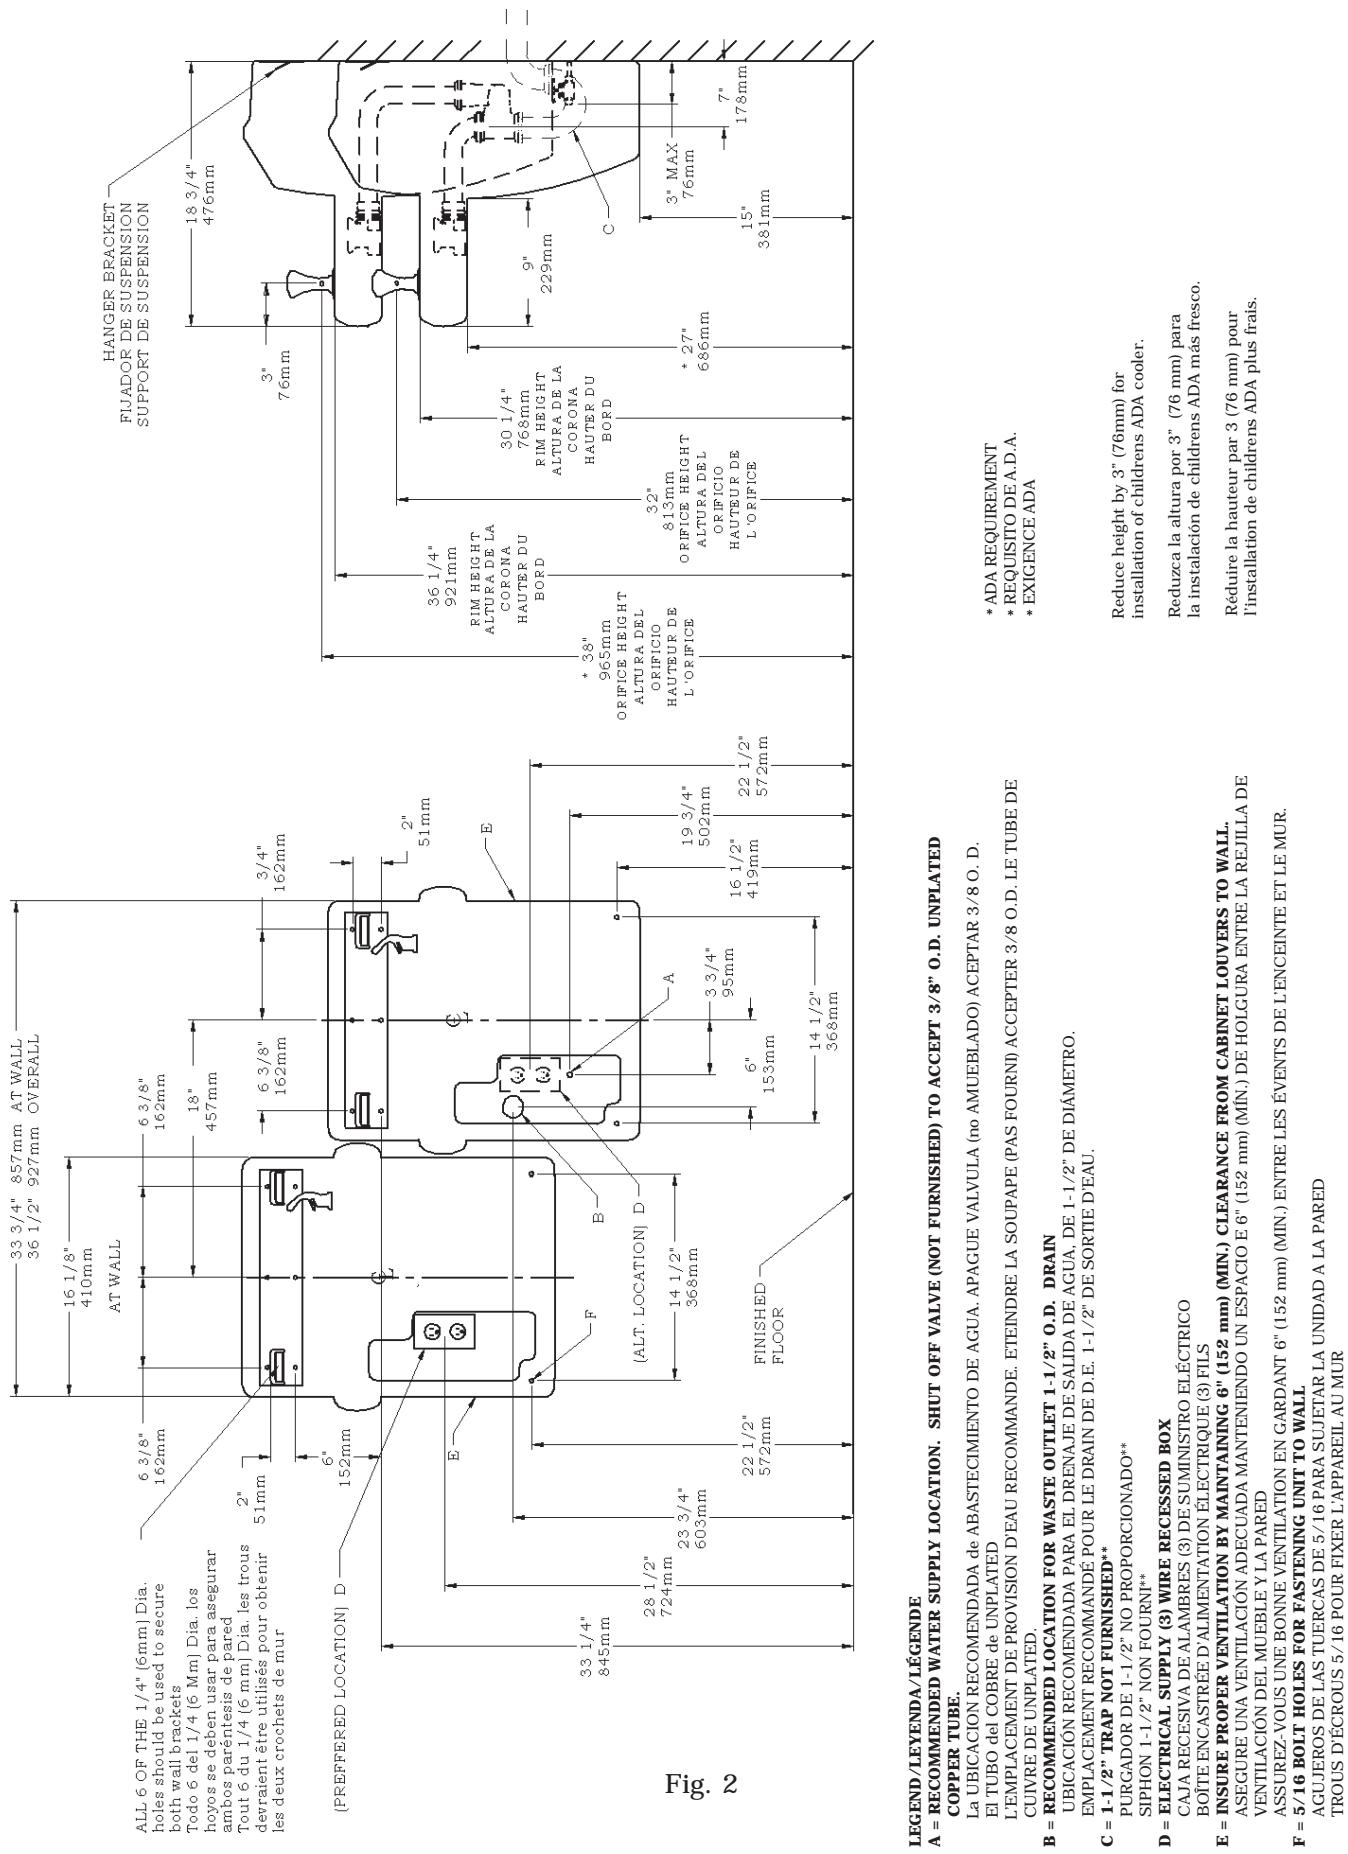
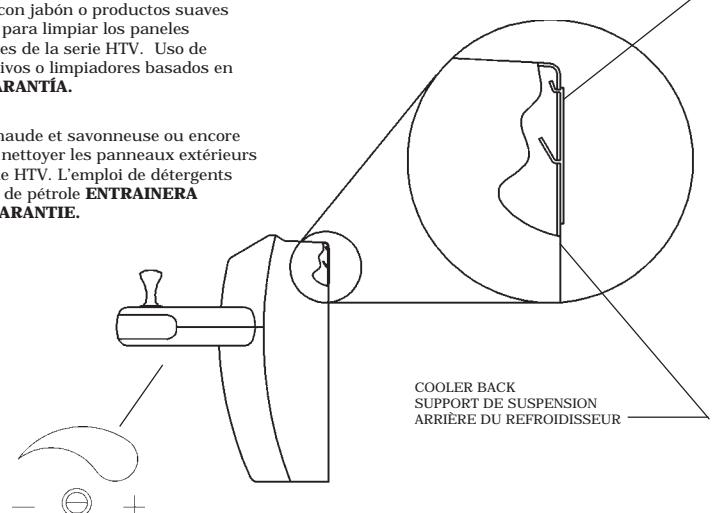
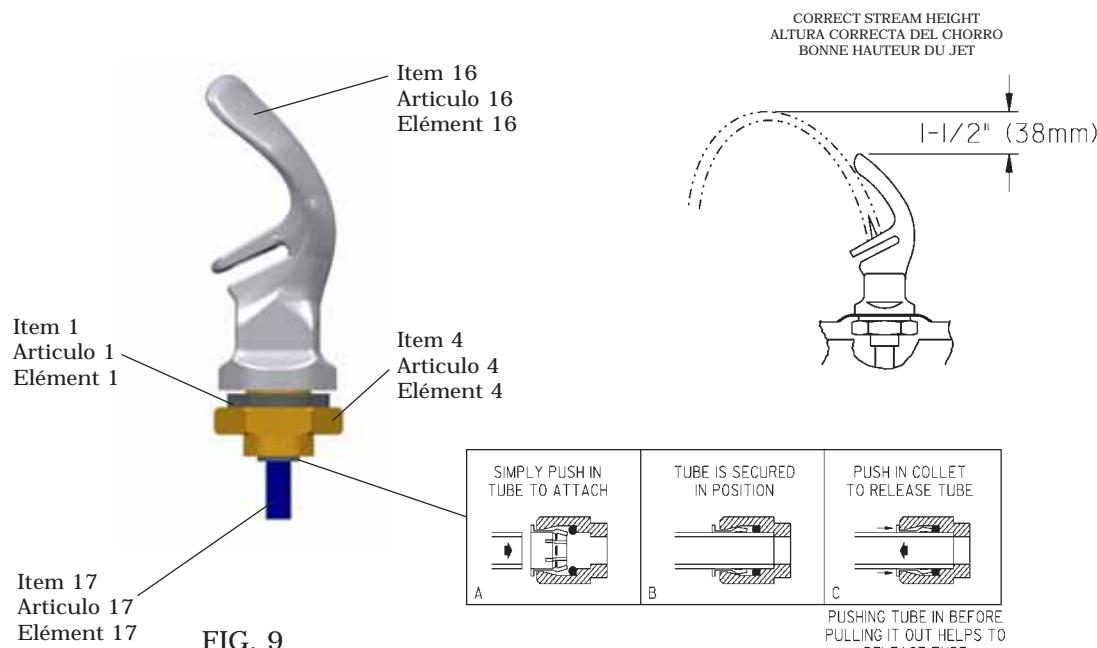

Fig. 2
Fig. 3
FIG. 9
- 1) Remove the hanger bracket fastened to back of the cooler by removing one (1) screw.
- 2) Mount the hanger bracket as shown in Fig. 2 & Fig 3.
- NOTE:** Hanger Bracket MUST be supported securely. Add fixture support carrier if wall will not provide adequate support. Anchor hanger securely to wall using all six (6) 1/4 in. dia. mounting holes.
- 3) Hang the cooler on the hanger bracket. Be certain the hanger bracket is engaged properly in the slots on the cooler back as shown in Figure 3.
- 9) Stream height is factory set at 35 PSI. If supply pressure varies greatly from this, adjust screw located under dispenser bottom (Item 36). See Fig. 3. CW adjustment will raise stream and CCW adjustment will lower stream. For best adjustment, stream should be 1 1/2" above bubbler hood. (See Fig. 9)
- 1) Quita gancho parentesis abrochó para apoyar de más fresco quitando uno (1) tornillo.
- 2) Monta el parentésis de gancho como mostrado en la Fig 2. & Fig 3.
- 9) La altura de la corriente es el conjunto de la fábrica en 35 PSI. Si la presión del suministro varía magníficamente de esto, ajusta el tornillo localizado bajo el fondo de dispensar (Artículo 36). Vea Fig. 3. El ajuste de CW levantará la corriente y el ajuste de CCW bajará la corriente. Para mejor ajuste, la corriente debe ser 1 1/2" encima de capucha de bubbler. (Vea Fig. 9)
- 1) Enlève le crochet de cintre a attaché pour soutenir de plus frais en enlevant celui (1) la vis.
- 2) Monter le crochet de cintre selon la Fig 2 & Fig 3.
- 3) Accrochez le refroidisseur au support de suspension. Vérifiez que le support de suspension est correctement inséré dans les fentes situées au dos du refroidisseur comme indiqué sur la Figure 3.
- 9) La hauteur de ruisseau est la série d'usine à 35 PSI. Si la pression de provision varie fort de ceci, ajuster la vis localisée sous le fond de distributeur (l'Article 36). Voir la fig. 3. L'ajustement de CW élèvera l'ajustement de ruisseau et CCW abaissera le ruisseau. Pour le meilleur ajustement, le ruisseau devrait être 1 1/2" au dessus du capuchon de bubbler. (Voir la fig. 9)
To remove the basin (Item 32), remove two screws (Item 22) on top of the basin (Shown in FIG. 7). Then remove the four screws (Item 54) located underneath the dispenser bottom (Item 36) as shown in FIG. 8. Finally pull polytube (Item 17) out of bubbler (Item 16) as shown in FIG. 9. and remove the basin.
Para retirar el estanque (Artículo 32), desmonte los dos tornillos (Artículo 22) de la parte superior del estanque (como se muestra en la Fig. 7). Desmonte luego los cuatro tornillos (Artículo 54) situados debajo de la parte inferior del expendedor (Artículo 36) como se muestra en la Fig. 8. Finalmente, tire de la tubería de poleitílano (Artículo 17) para extraerla del grifo (Artículo 16) tal como se muestra en la Fig. 9. y retire el estanque.
Pour retirer le bassin (Elément 32), retirer les deux vis (Elément 22) situés au sommet du bassin (voir Figure 7). Puis retirez les quatre vis (Element 54) situées sous le distributeur (Elément 36) comme indiqué dans la Figure 8. Enfin tirez le tube poteau (Elément 17) hors du barboteur (Elément 16) comme indiqué sur la Figure 9, puis retirez le bassin.